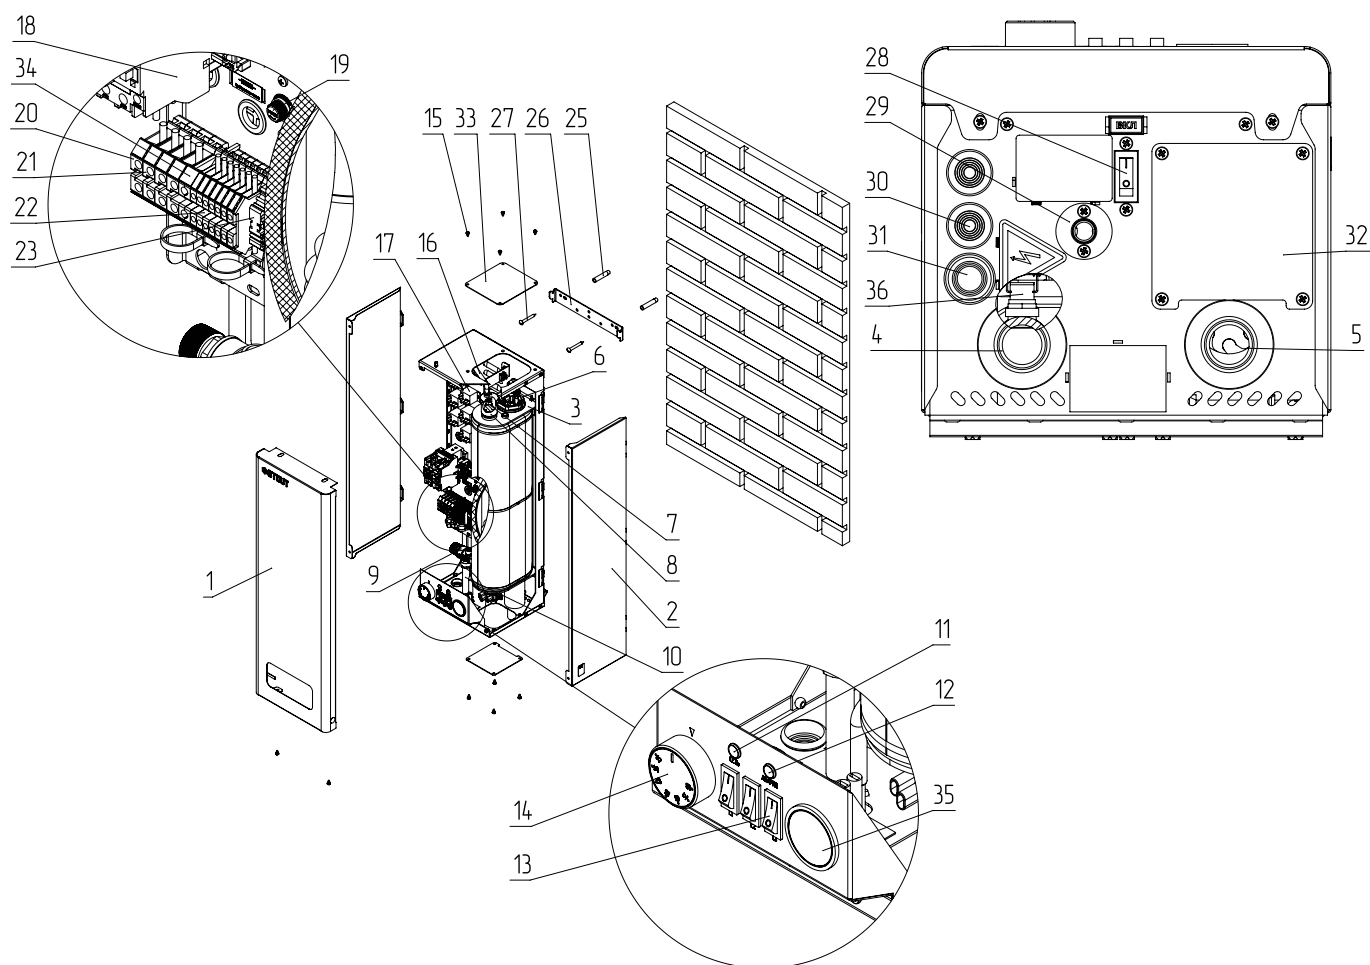

Рис.1 Устройство котла
Закрепите настенный кронштейн на вертикальной поверхности в необходимом месте с помощью шурупов, входящих в комплект, и установите на него котел, как показано на **Рис.1**.
- Защитный нулевой провод (PE) подключите к клемме «ЗАЗЕМЛЕНИЕ» (**Рис.1, поз.34**).